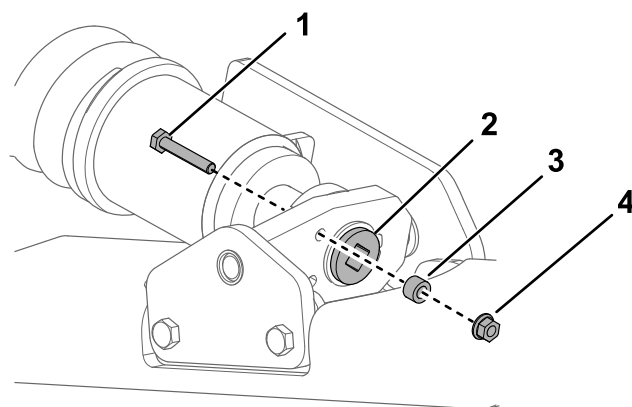
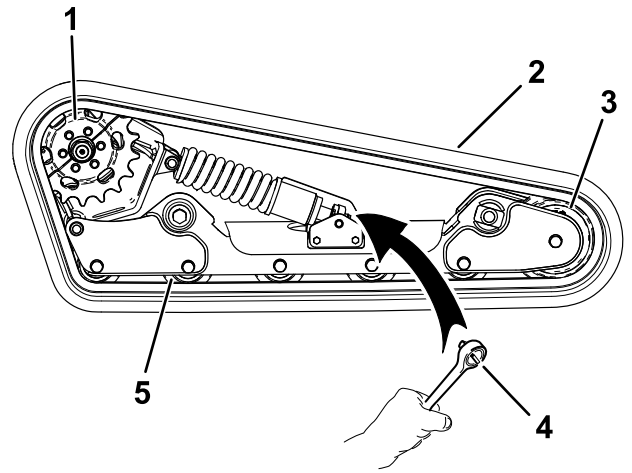

図 57
図 61
4. ロッキングボルト、スペーサ、ナットを外す 図 57。
6. テンションねじのノッチのうち、ロックンボルトの穴に一番近いノッチを穴に合わせ、ねじを溝をローラを適切な穴に合わせてセットし、シャフトを通してボルトとナットで固定する 図 57。
7. ロッキングボルト、スペーサ、ナットを外す 図 57。
8. 1/2" のドライブレレンチを使用して、テンショニングねじを左にまわしてドライブテンションを解放する 図 57と 図 61。
9. クローラと噛み合っていないスプロケットハーフを固定しているボルト3 本を外す 図 61。
14. 新しいクローラを前ホイールに回しかけ、次に駆動ハブのスプロケットの無い側に回しかける 図 61。
15. ロードホイールの下および間にクローラを押し込むようにして、フレームに取り付ける 図 61。